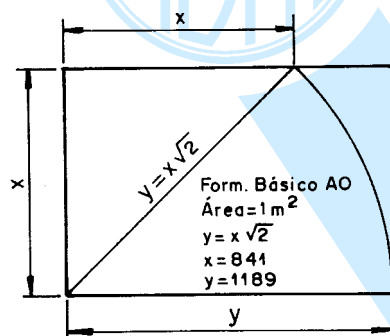

Figura 3 - Origem dos formatos da série "A"
3.1.2.1 O formato básico para desenhos técnicos é o retângulo de área igual a  $1 \text{ m}^2$  e de lados medindo 841 mm x 1189 mm, isto é, guardando entre si a mesma relação que existe entre o lado de um quadrado e sua diagonal  $\frac{x}{y} = \frac{1}{2}$  (Figura 3).